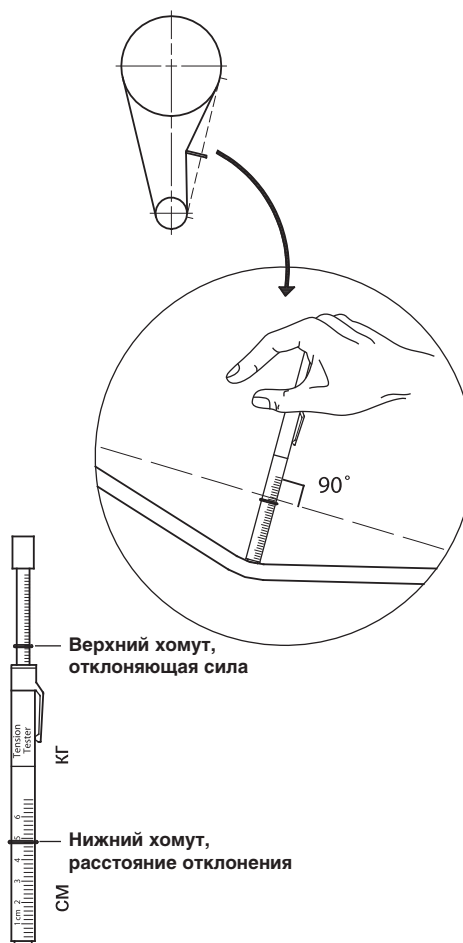

Рис. 12
Правильное расстояние отклонения и отклоняющая сила указаны в "Технических требованиях", поставляемых с системой. Чтобы определить, правильно ли натянуты ремни, используйте динамометр (рис. 12):
3. Расположите динамометр перпендикулярно натяжению (клиновым ремням), см. рис. 12.